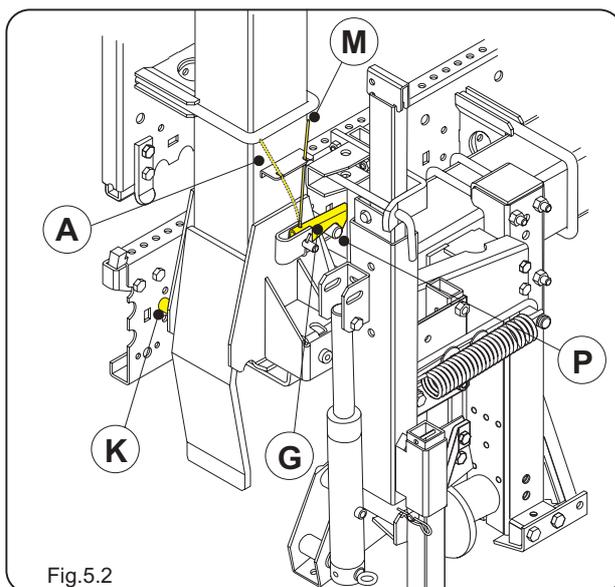

Fig.5.2
- Déplacer le ressort **M** des deux bras dans la position **A** (Fig.5.2).
- Refermer à peine les bras jusqu'à déclencher le crochet **G** en débloquent donc le goujon **P** (Fig.5.2).
- Déplacer le ressort **M** dans la position **A** des deux côtés (Fig.5.2).
- En agissant toujours sur la commande hydraulique, ouvrir les bras complètement de façon à ce que le pivot **K** du bras s'accroche au châssis (Fig.5.2).